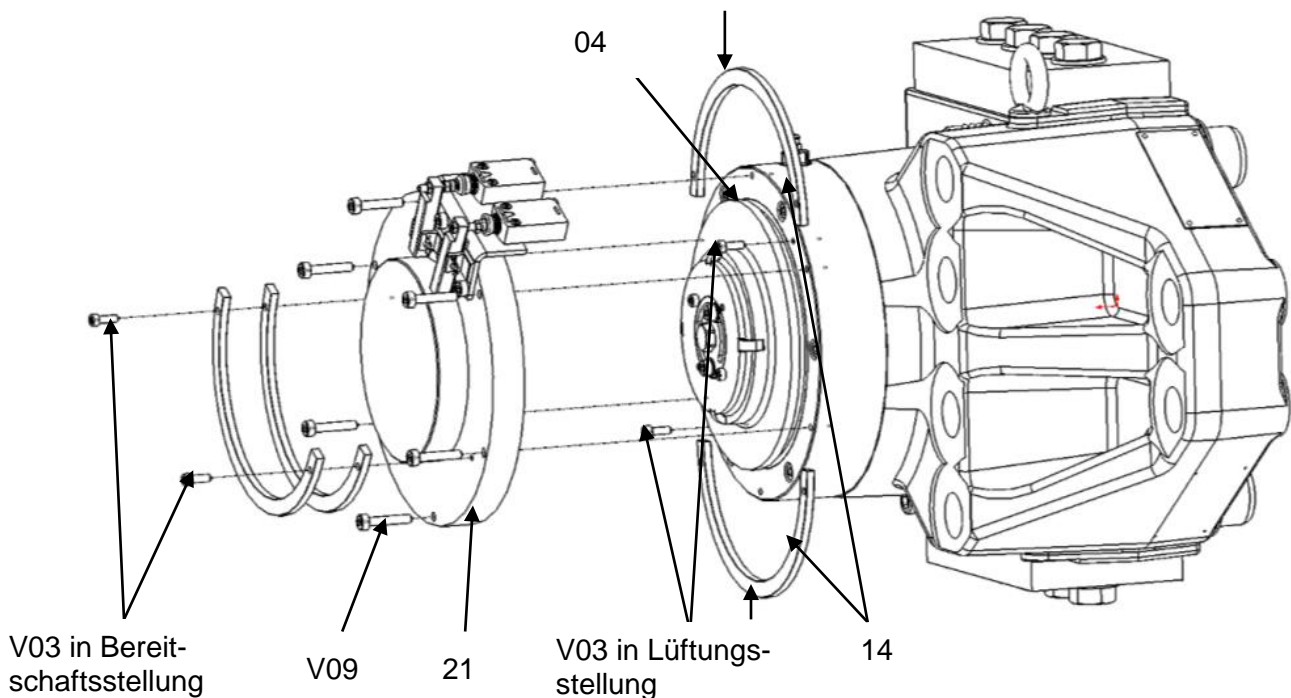
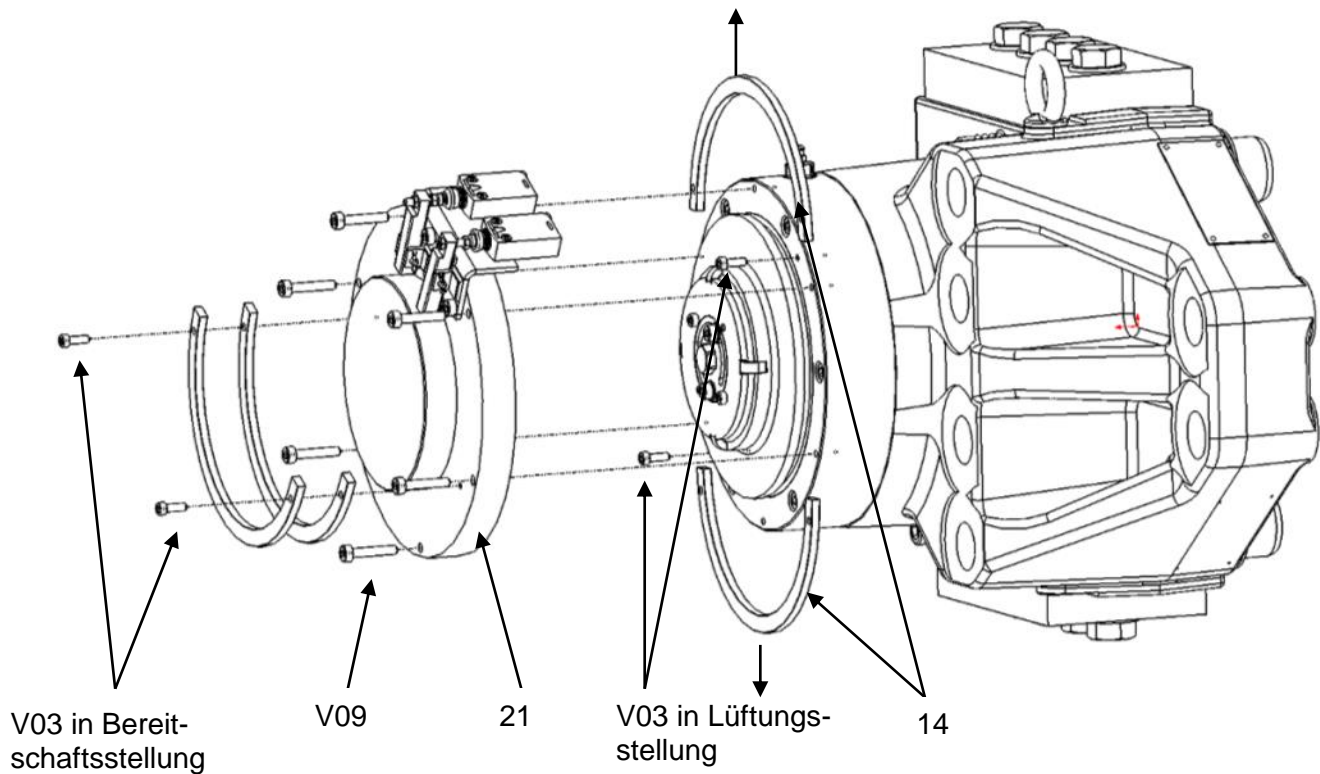

Bild 5.2
Bild 5.3
5. Legen Sie die 2 Haltesegmente **14** in die Kolbennut **04** Bild 5.2.
4. Entfernen Sie die 2 Haltesegmente **14** Bild 5.2 und befestigen Sie sie – übereinander – mit den 2 Schrauben **V03** in der Bereitstellungsstellung an der Abdeckung **21** siehe Bild 5.3.
5. Setzen Sie die Abdeckung **21** wieder auf und ziehen Sie die 6 Schrauben **V09** an Bild 5.2, Kapitel 5.1.
2. Entfernen Sie die Abdeckung **21** mittels der 6 Schrauben **V09** Bild 5.2.